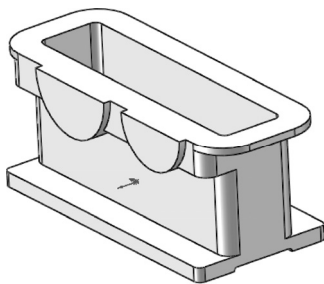

图 9-57 创建下箱体安装孔凸台
⑥ 创建拉伸实体。选择菜单栏中的“插入”→“凸台/基体”→“拉伸”命令，或单击“特征”控制面板中的“拉伸凸台/基体”按钮，系统弹出“凸台-拉伸”属性管理器；单击“反向”按钮，在“深度”文本框中输入 90。单击“确定”按钮，完成箱体安装孔凸台的创建。拉伸后的下箱体如图 9-57 所示。